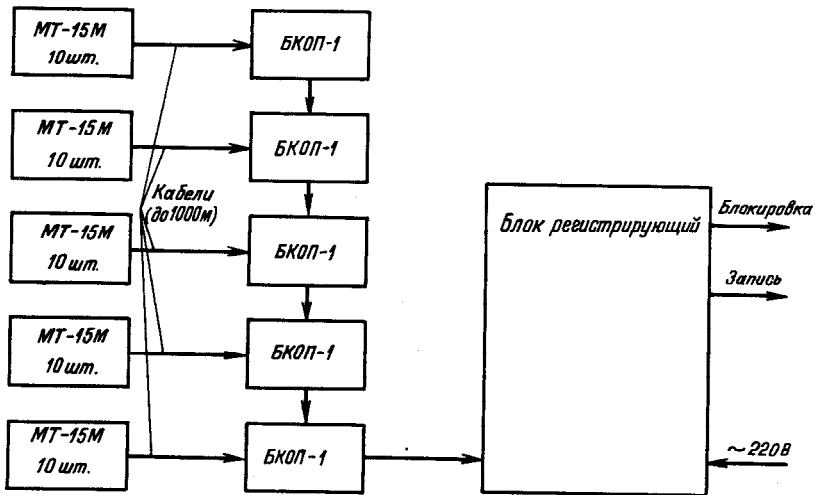

Рис. 5.1
5.2. Схема электрическая структурная вакуумметра ВСБД-I в комплекте с блоками БКОП-I и с максимально возможным количеством подключенных преобразователей МТ-15М, приведена на рис.5.1.